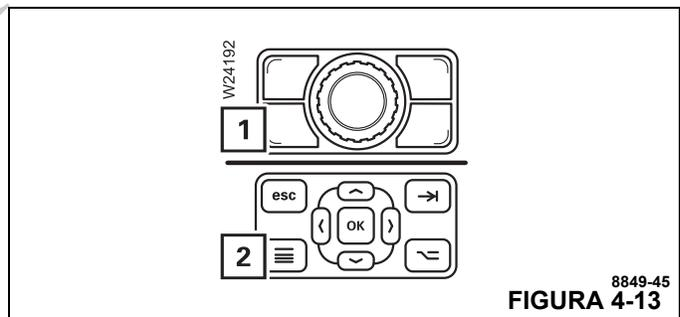

FIGURA 4-13
Para fazer isso, abra o menu principal do ODM pressionando o botão (1, Figura 4-13) ou (2) uma vez.